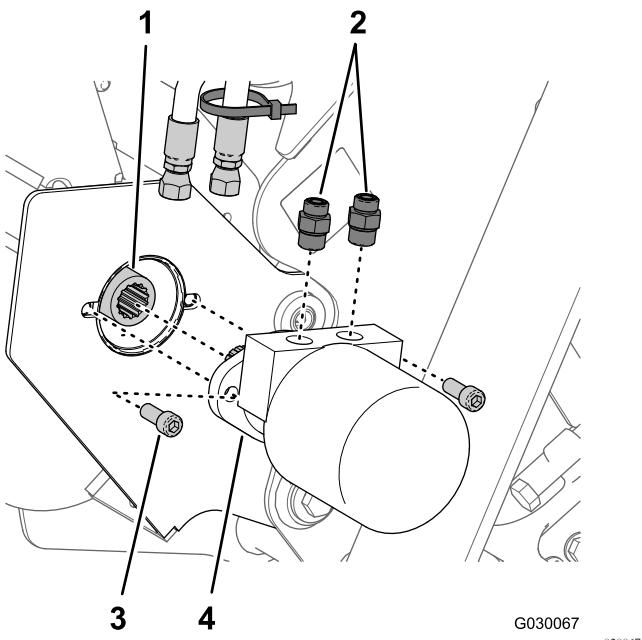

Figura 3
4. Retire las 2 mangueras hidráulicas del acoplamiento hidráulico recto del motor hidráulico (Figura 3).
- 5. Retire los 2 pernos de cabeza Allen (1/2" x 1 1/4") que sujetan el motor hidráulico de la transmisión de la zanjadora al cabezal de la zanjadora, y retire el motor hidráulico (Figura 3).
- 7. Retire los 2 acoplamientos hidráulicos rectos del motor hidráulico antiguo (Figura 3).
- 8. Retire el acoplamiento del eje de transmisión de la zanjadora (Figura 3).